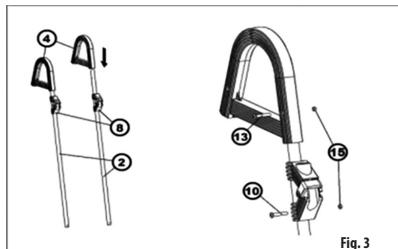

Fig. 3
Tryck fast säkerhetshållare (8) mot de övre ihopmonterade stödben (2) och tryck sedan fast plastbågar (4). Skruva ihop komponenter med de medföljande skruven och muttran (10, 13, 15). (Fig. 3)